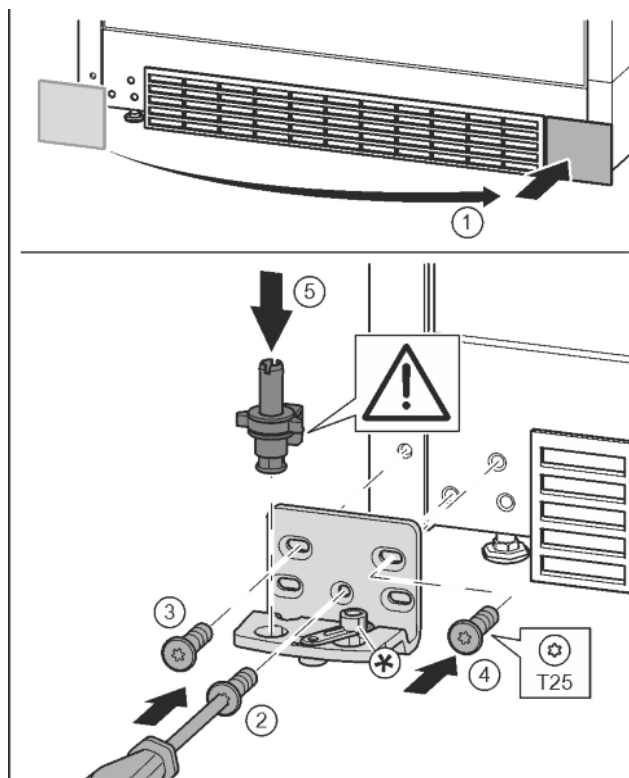

Fig. 13
- Zdjąć osłonę i założyć z drugiej strony. Fig. 13 (1)
- Płytkę zawiasu założyć z drugiej strony i przykręcić przy pomocy śrubokręta T25. Rozpocząć śruby 2 dolnej umieszczonej na środku. Fig. 13 (2)
- Dokręcić śrubę 3 i 4. Fig. 13 (3, 4)
- Założyć cały sworzeń płytki zawiasu. Przy tym zwrócić uwagę, by krzywka zatrzaskowa wskazywała do tyłu. Fig. 13 (5)